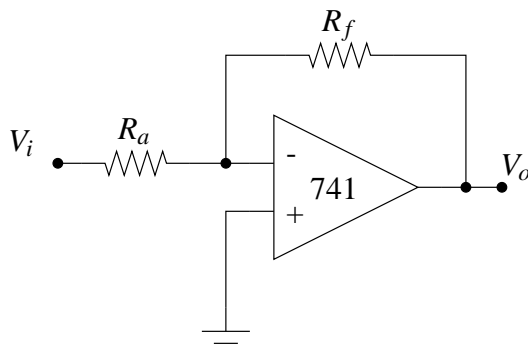

Figura 3: Amplificador operacional em montagem inversora
Monte o circuito representado na Figura 3 utilizando os seguintes valores para as resistências:  $R_a = 10k\Omega$  e  $R_f = 100k\Omega$ . Utilize os componentes do circuito ① da base de experimentação cujos valores respectivos são:
Simule o funcionamento do circuito da figura 3 usando o programa pspice. Para o efeito crie um ficheiro com a extensão .cir com as seguintes instruções: